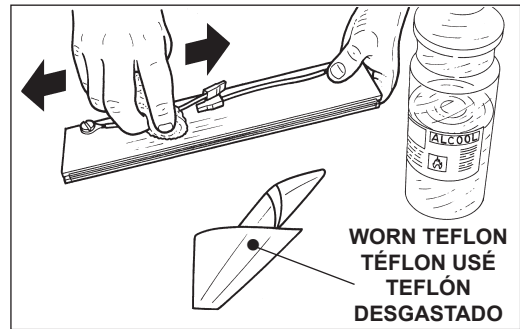

Fig. 3
- 3) Wipe the sealing bar with alcohol (Fig. 3).
- 3) Nettoyer la barre de soudure avec de l'alcool (Fig. 3).
- 3) Limpiar la barra soldadora con alcohol (Fig. 3);